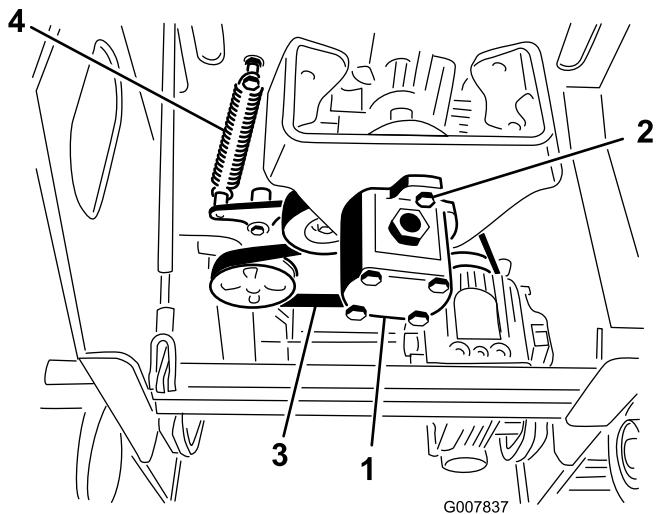

Figure 49
5. Desserrez les 2 boulons de la pompe (Figure 49).
6. Tournez la pompe dans le sens antihoraire et laissez-la se détacher de la poulie (Figure 49).
7. À l'aide d'un extracteur de ressort (à se procurer chez un dépositaire-réparateur agréé) ou d'un crochet en métal, décrochez du boulon de ressort l'extrémité du ressort de la poulie de tension afin de détendre la courroie (Figure 49).